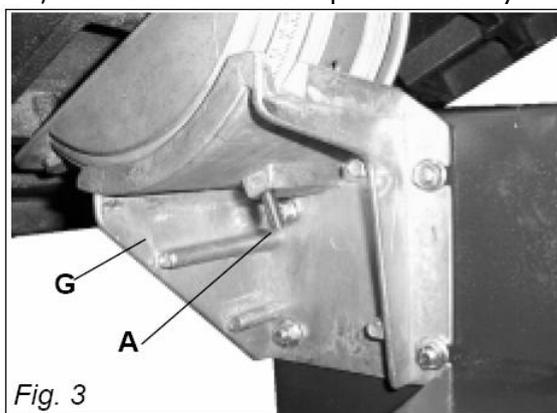

Рис. 3
Переверните стол и открутите барашек-гайку (C) от болта регулировочного блока (A), болт должен находиться в отверстии регулировочного блока. Рис. 3
Подвиньте стол и механизм наклона стола с опорой к опоре наклона стола (G) и затяните болт (A), который соединяет механизм наклона стола с опорой и опору наклона стола, Рис. 3. Затяните барашек-гайку.